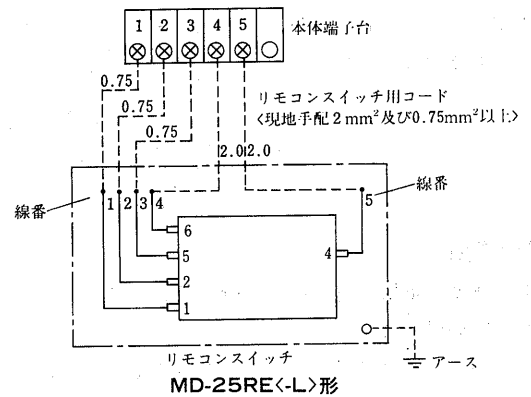
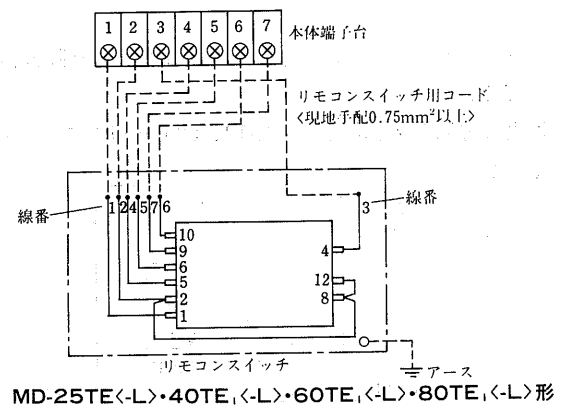

図2
図3
- リモコンスイッチ用コードは、0.75mm²及び2.0mm²コードをご使用ください。<図2、図3、図4参照>
- (I)製品右側面のカバーを取り外してください。
- (II)本体のスイッチリード線を端子盤から取り外してください。